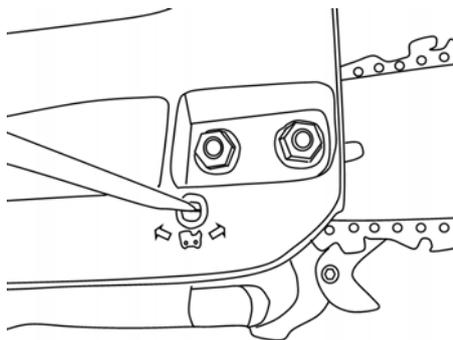

Fig. 11
- 3) Vissez la vis de tension (22a) jusqu'à ce que la courroie de la chaîne touche la partie inférieure du guide (13) (Fig. 11, 12).